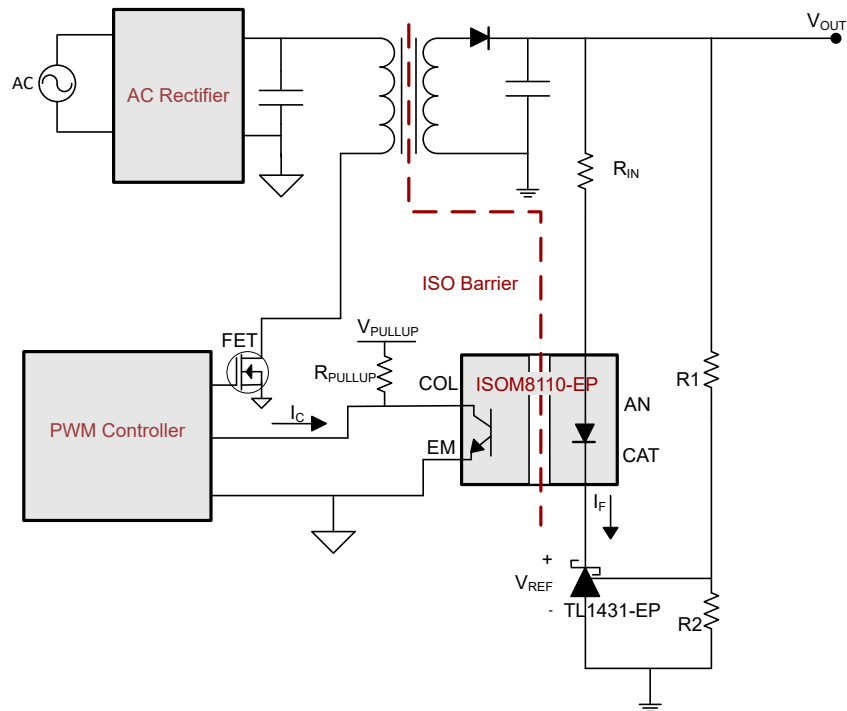

図 8-1. ISOM8110-EP を使用した代表的な絶縁型電源アプリケーション
**図 8-1** に、代表的な絶縁型電源を示します。この実装では、分圧抵抗 ( $R1$  および  $R2$ ) を使用して、エラーアンプによって出力電圧が検出されます。エラーアンプが検出する電圧レベルに応じて、TL1431-EP は ISOM8110-EP の電流を上下に駆動することができ、その後これを基準電圧と比較します。この情報は、ISOM8110-EP により絶縁バリアを超えて 1 次側に渡され、PWM 制御回路が電力段を変調して出力電圧を制御します。TL1431-EP および ISOM8110-EP は、安定した帰還と制御ループにとって重要な役割を果たします。
ISOM8110-EP の入力側は電流駆動です。AN ピンに流れる電流の量を制限するには、図 8-1 に示すように、直列抵抗  $R_{IN}$  を入力と直列に配置することをお勧めします。